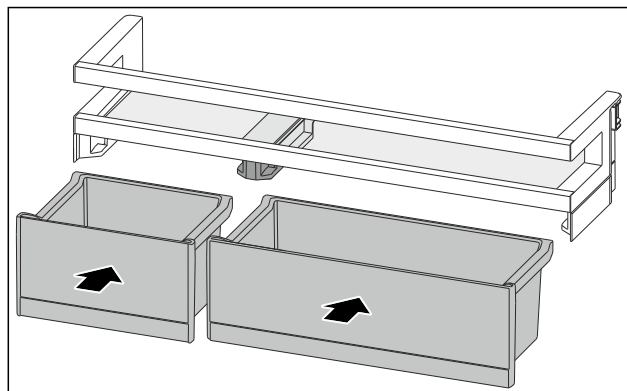

Fig. 196
- Introduceți VarioBox-urile dispuse invers. (vezi Fig. 196)